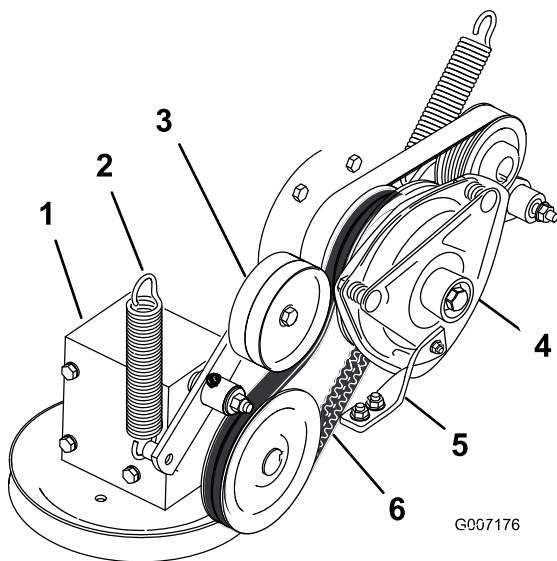

Figura 86
4. Retire a mola do braço do tambor falso (Figura 86).
7. Instale a correia de transmissão da PTO em torno da polia da embraiagem e da polia da caixa de velocidades (Figura 86).
9. Instale a mola no braço intermédio (Figura 86).